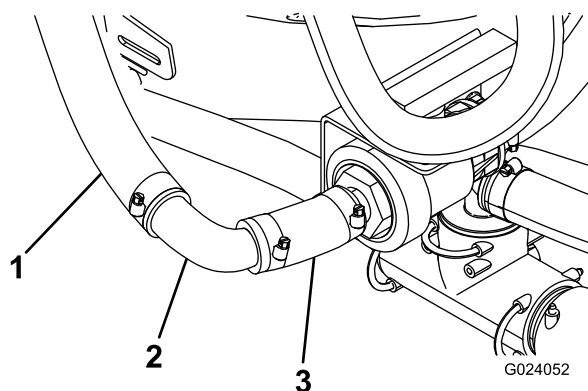

Figure 22
1. Mesurez et coupez 7,5 cm au bout du flexible d'agitation (Figure 22).
3. Coupez l'excédent du flexible d'agitation et branchez-le au raccord 90° à l'aide d'un collier (Figure 22).